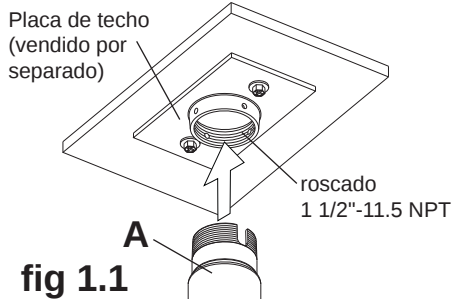

fig 1.1
Thread adjuster tube (A) into bottom of threaded fitting on ceiling plate (sold separately) as shown in figure 1.1. Tighten adjuster tube so thread is securely engaged.
Insérez le tube de réglage (A) dans la partie inférieure du raccord fileté de la plaque de plafond (vendue séparément) comme illustré à la figure 1.1. Serrez le tube de réglage jusqu'à ce qu'il soit vissé à fond.